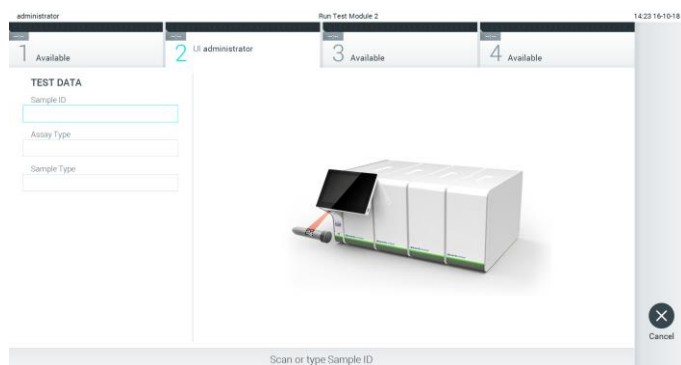

Figura 69. Scansione del codice a barre dell'ID campione.
2. Quando richiesto, eseguire la scansione del codice a barre dell'ID campione utilizzando il lettore di codici a barre integrato nel modulo operativo (Figura 69).